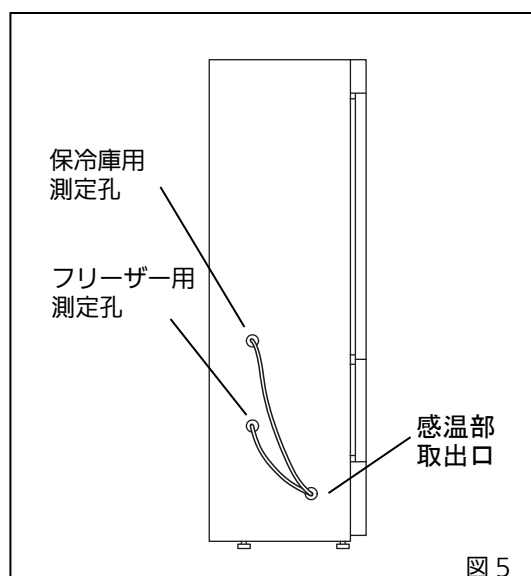

図 5
5. 保冷库およびフリーザーの左側面の測定孔のゴムキャップ（外側および内側）を外し、中の断熱材を取り出してください。それらの測定孔を通して自記温度記録計のセンサーを保冷库およびフリーザー内にそれぞれ通してください〔図 5〕。通したら、測定孔に断熱材を戻し、ゴムキャップでふたをしてください（外側および内側）。感温部取出口もゴムキャップでふたをしてください（外側のみ）。